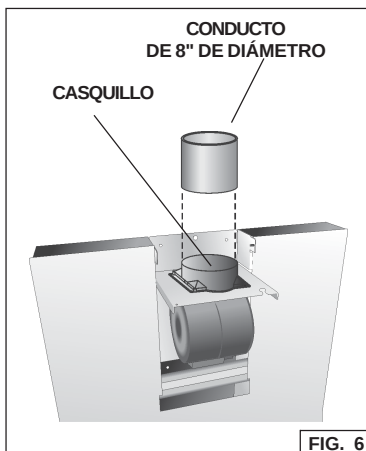

FIG. 6
4. Conecte un conducto redondo de acero de 8" al casquillo de la campana de cocina (Fig. 6).